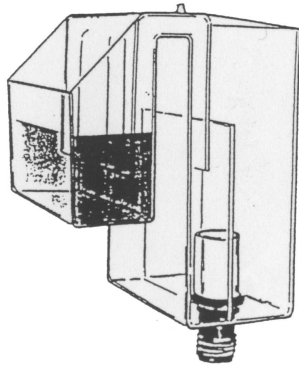

Fig. 2
3. Fijar la unidad en una posición adecuada en el acuario y dejar que el agua rellene la cámara (Fig. 2). Con el botón situado en el regulador del tirador se puede ajustar la unidad, de manera que quede en paralelo al tanque.